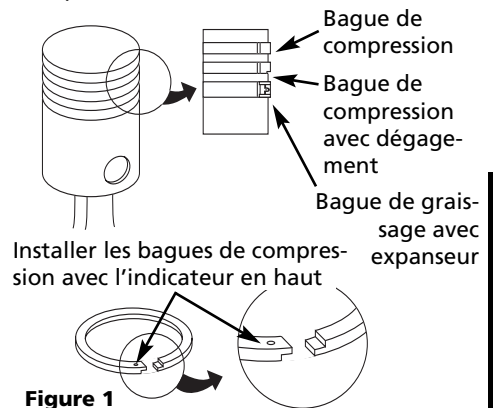

Figure 1
6. Installer de nouveaux segments de piston tel qu'indiqué dans la Figure 1.